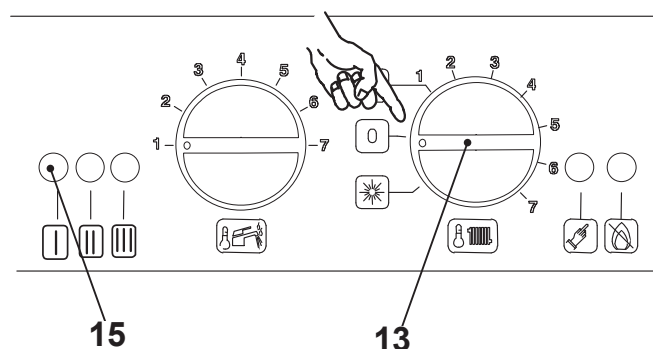
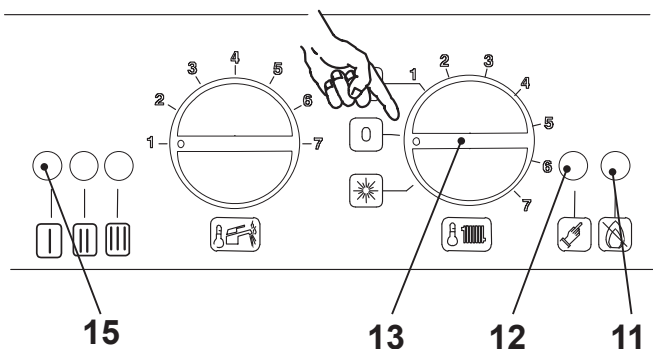
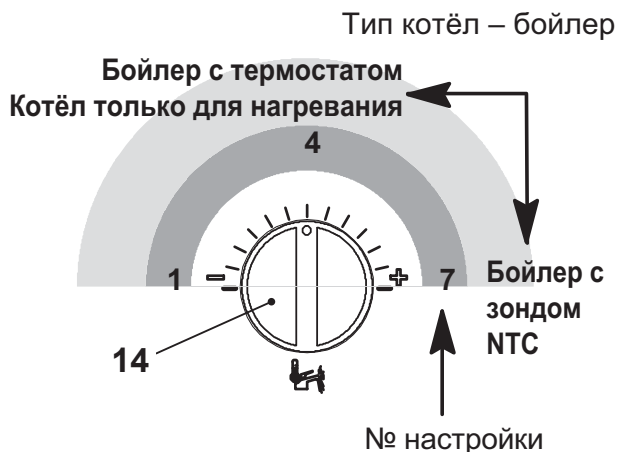

рисунок 5.28
рисунок 5.30
рисунок 5.32
- Держите в нажатом положении кнопку сброса 12 (рисунок 5.30) в течение 10 секунд, лампочка блокировки 11 (рисунок 5.30) мигает.
- Сигнальные лампочки 15 (рисунок 5.28) будут иметь вид, как показано на рисунке 5.31.
- Для показа заданной настройки держите в нажатом положении кнопку сброса 12 (рисунок 5.30), примерно, 5 секунд. Сигнальные лампочки 15 (рисунок 5.28) будут мигать столько раз, сколько было установлено (рисунок 5.32).
- Для изменения настройки поверните ручку регулировки температуры санитарного оборудования 14 (рисунок 5.32)
и поставьте её на тип выбранного котла (на рисунке примера ручка была настроена на Котёл с бойлером с термостатом или только нагревание), сигнальная лампочка блокировки 11 (рисунок 5.30) начнёт быстро мигать.
- Для внесения в память настройки держите в нажатом состоянии кнопку сброса 12 (рисунок 5.30), примерно, 5 секунд, все сигнальные лампочки 15 (рисунок 5.28) начнут одновременно мигать, как показано на рисунке 5.33.
- Нажимайте на кнопку сброса 12 (рисунок 5.30) (1 раз) пока не будут показаны сигнальные лампочки 15 (рисунок 5.28) как на рисунке 5.34.
- Для показа заданной настройки держите в нажатом положении кнопку сброса 12 (рисунок 5.30) примерно, 5 секунд. Сигнальные лампочки 15 (рисунок 5.28) будут мигать столько раз, сколько было установлено (рисунок 5.34).